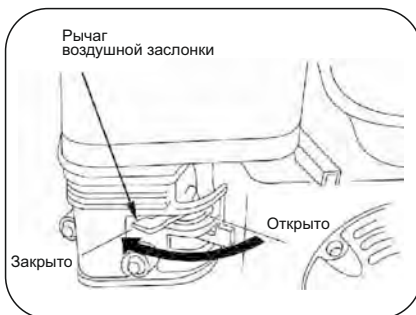

Рис. 11
- При запуске холодного двигателя переведите рычаг воздушной заслонки в положение «Закрыто» (рис. 11). Подкачайте топливо с помощью кнопки (помпы) установленной на корпусе воздушного фильтра.